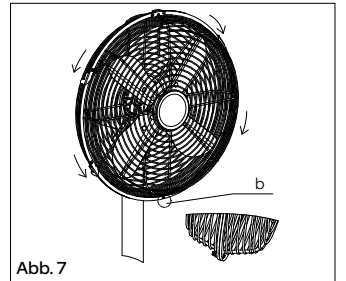

Abb. 7
- Schrauben Sie die Körbe mit der Schraube und der Mutter an der Unterseite [b] zusammen - Abb. 7.